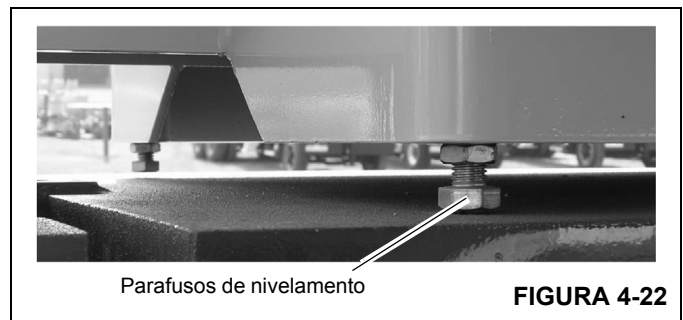

FIGURA 4-22
- Ajuste os quatros parafusos de nivelamento do contrapeso (Figura 4-22) para eliminar qualquer movimento relativo entre o contrapeso e a mesa giratória.